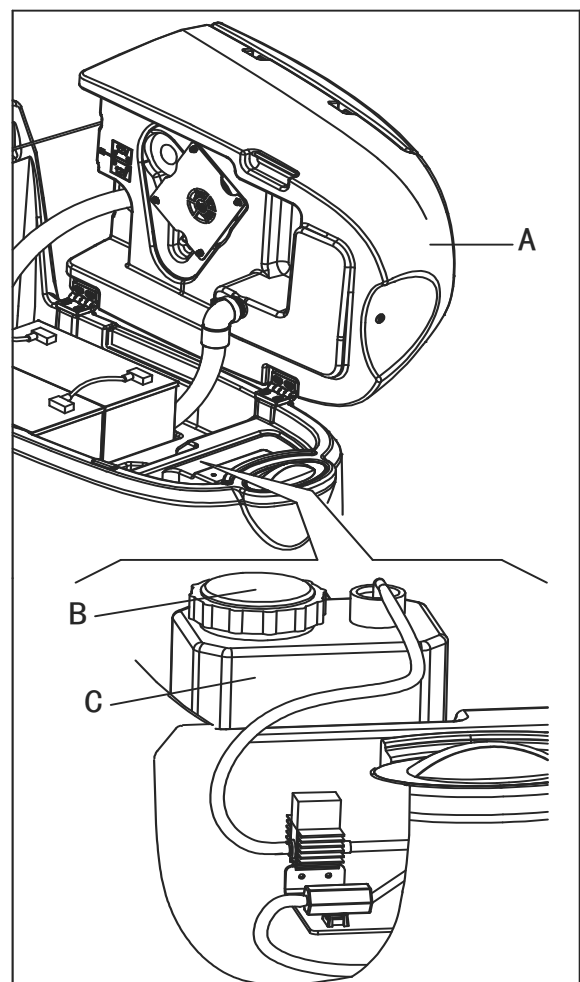

Рисунок 8
1. Откройте крышку (Е) и убедитесь, что бак утилизации (F) пустой, в противном случае слейте его при помощи сливного шланга (G).
2. Аккуратно переверните бак утилизации (А, Рис. 8).